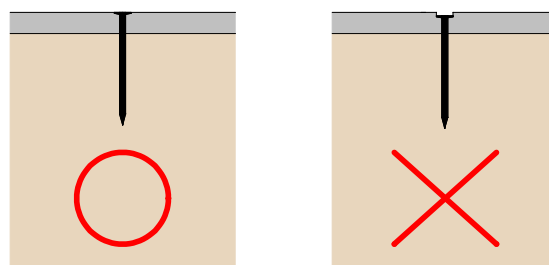

図3 くぎめり込み概略
- ・くぎ頭が面材と面一になるよう、自動くぎ打ち機の設定およびエア圧を調整し試打後にくぎ打ちしてください。また、樹種毎に調整をお願いいたします（図3参照）。